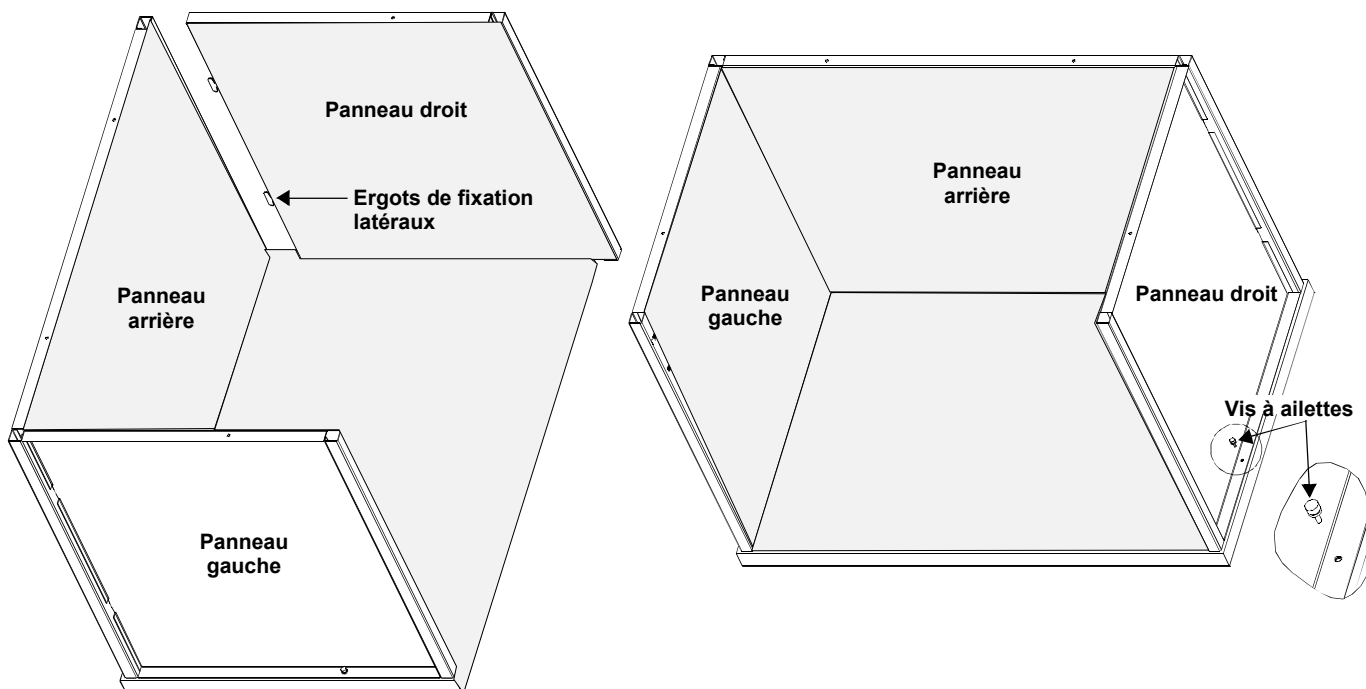

Figure 4. Fixation du panneau droit aux panneaux arrière et inférieur
- Insérez les ergots latéraux du panneau droit (4) dans le panneau arrière (2). Fixez le panneau droit au panneau inférieur à l'aide de la vis à ailettes (voir Figure 4).